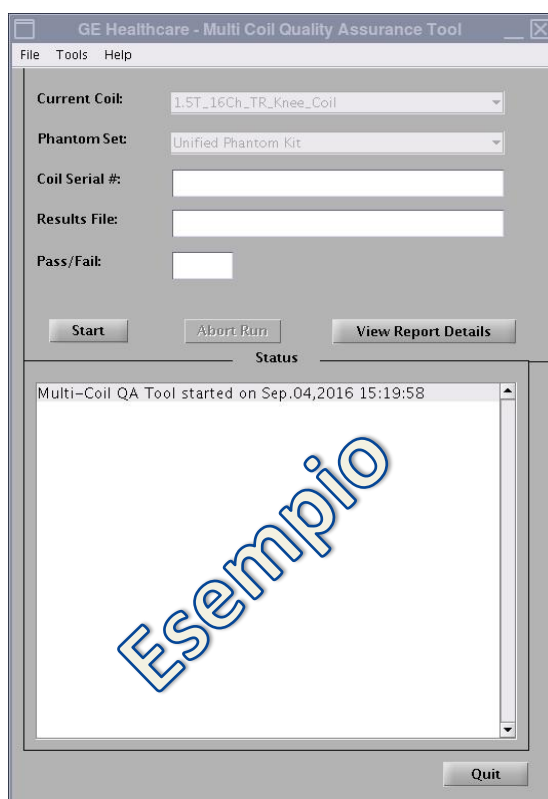

Figura 3
Il campo della bobina su cui eseguire il test verrà compilato automaticamente (Figura 3) in base all'ID della bobina collegata all'LPCA. Inserire il numero di serie della bobina su cui eseguire il test nel campo Coil Serial # (Numero di serie della bobina).
2. Fare clic su **[Start]** (Avvia) per avviare il test automatico come mostrato nella Figura 3. In base al numero di posizioni da testare (complessità della bobina), il test può durare da 3 a 5 minuti.